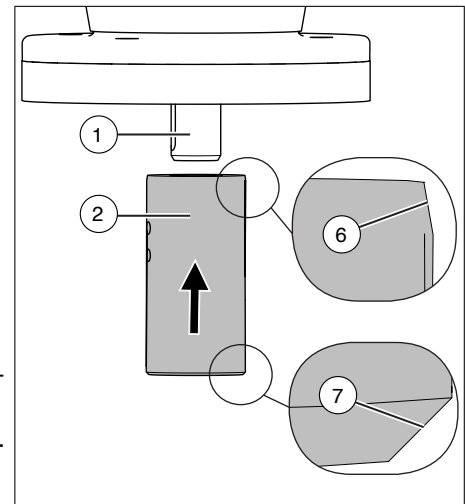

Fig. 13: Montaje del adaptador
2. Deslice el adaptador hasta el eje de transmisión. El borde biselado exterior debe estar orientado hacia la brida (Fig. 13).